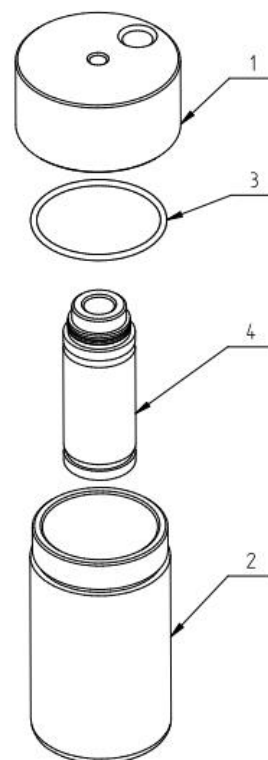

Рисунок 16
- Открутите крышку фильтра 1 (рисунок 16).